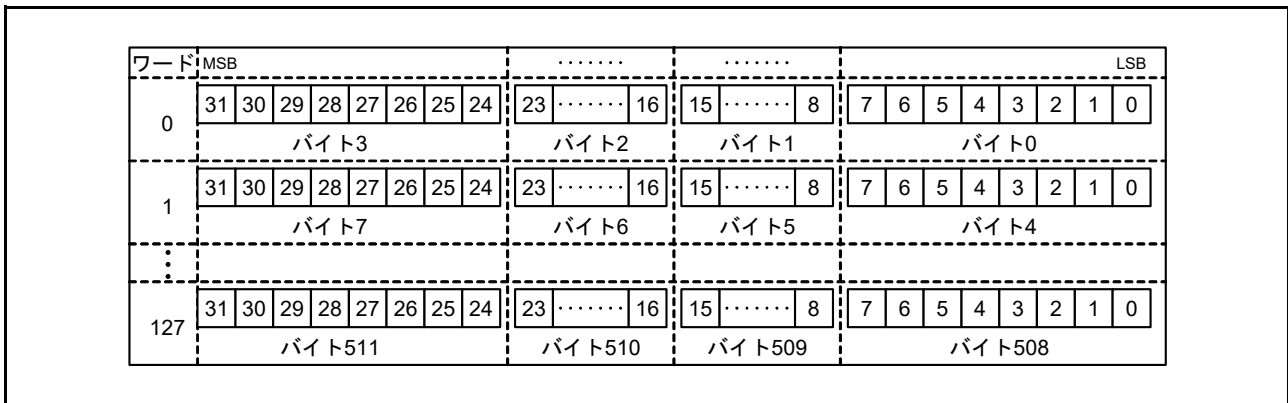

図 36.5 SD_BUF データ格納
3. SD_BUF に格納されたデータが SD_BUF0 レジスタから読み出される (図 36.5 を参照)。